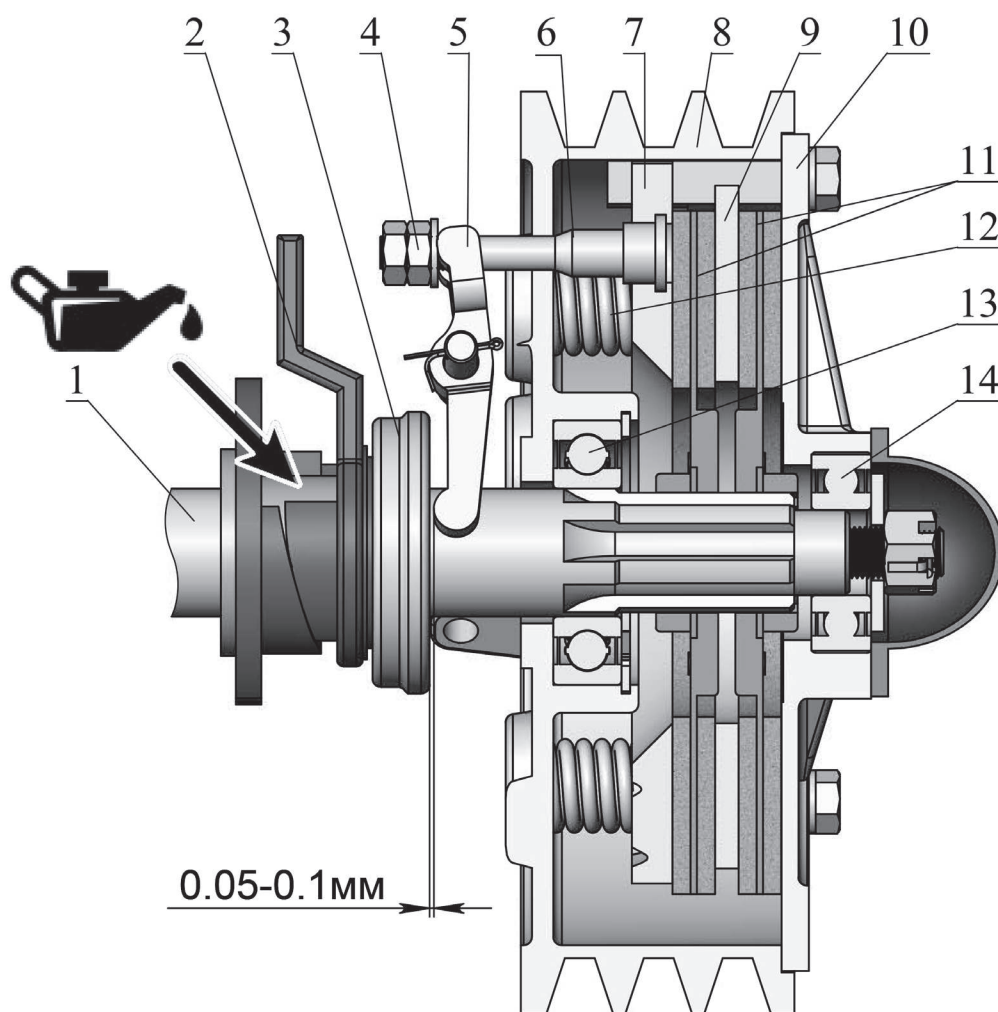

Рис. 10. Устройство муфты сцепления
**Многодисковое:** передача крутящего момента происходит за счет силы трения между крышкой сцепления (поз.10, Рис. 10) и дисками сцепления (поз.11, Рис. 10), которые соединены шлицами с первичным валом КПП (поз.1, Рис. 10).
При активном сцеплении (педаль сцепления не нажата) величина зазора между выжимным подшипником (поз.3, Рис. 10) и головками лапок сцепления (поз.5, Рис. 10) должна быть в пределах 0,05х0,1 мм, а сами лапки сцепления должны находиться в одной плоскости. Это необходимо, для того, чтобы при движении мини-трактора не создавалось давящей нагрузки на выжимной подшипник, что может привести к преждевременному выходу его из строя.
Для этого открутите регулировочные гайки (поз.4, Рис. 10). Между выжимными лапками и выжимным подшипником вставьте щупы толщиной 0,05х0,1 мм (можно использовать любые металлические пластинки нужной толщины).
Отрегулируйте длину тяги сцепления (поз.6, Рис. 11) таким образом, чтобы рычаг педали сцепления (поз.7, Рис. 11) и рычаг выжимного подшипника (поз.3, Рис. 10) были параллельны друг другу. Это обеспечит нормальный ход рычага сцепления и выжимного подшипника.
При эксплуатации трактора, раз в месяц (при жестких условиях эксплуатации — чаще) необходимо смазывать патрон выжимного подшипника жидкой смазкой (см. Рис. 10).